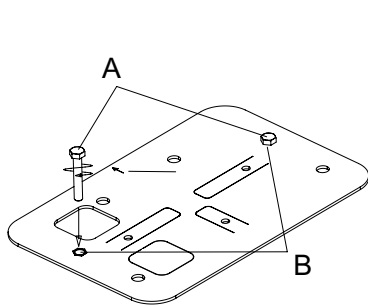

Fig. 4A
- 1) Insérer et visser sur toute la longueur les vis M8x50 (rep. A) dans les orifices filetés (rep. B) de la plaque (Fig. 4A).